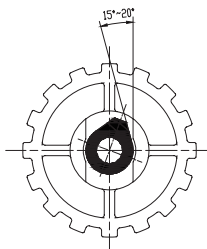

fig.3A
6. Mettre sur le bouton d'arrêt à 15 degré angel. (Voir fig.3A)